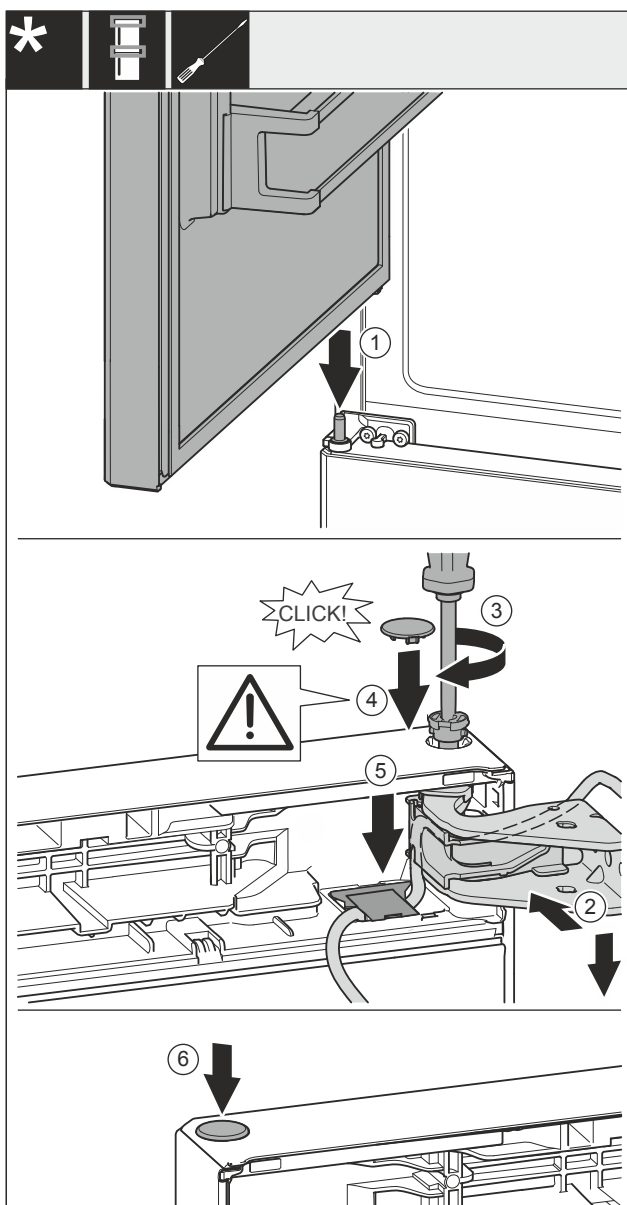

Fig. 59
- Horní dveře usadíte na prostředním ložiskovém čepu Fig. 59 (1).
- Dveře nahoře vyrovnejte s otvorem ve stojanu ložiska Fig. 59 (2).
- Vložte čep Fig. 59 (3) a pevně jej utáhněte šroubovákem.
- Nasadte kryt Fig. 59 (4).
- Zkontrolujte, zda kryt Fig. 59 (4) doléhá na dveře.
- Vložte kryt Fig. 59 (5) a zatlačte jej směrem dolů, dokud nezacvakne.
- Nasadte kryt Fig. 59 (6).